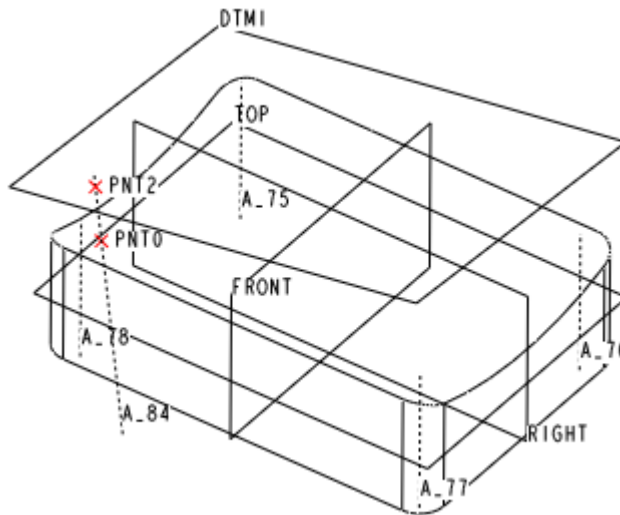

图 52-22
(10) 单击【确定】按钮，完成基准平面 DTM1 的建立，如图 52-22 所示。